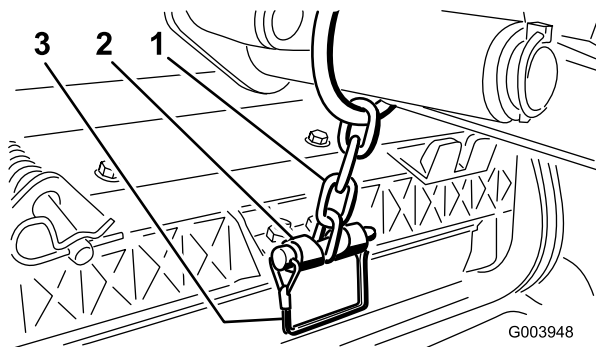

図 12
12. スナッパピンで、昇降アームのチェーンをチェーンブラケットに固定する 図 12。カッティングユニットのオペレーターズマニュアルに従って、決められたリンクを使用すること。